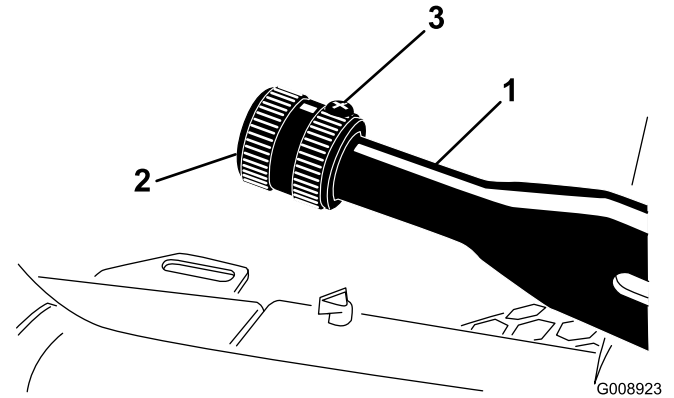

図 58
1. ブレーキレバーに調整ノブを固定している固定ネジをゆるめる図 58。